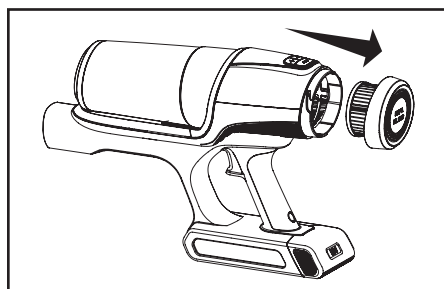

Imagen 2
2. Gire la tapa plateada del cuerpo principal hasta la posición de desbloqueo. Retire el filtro HEPA Media (Imagen 2).